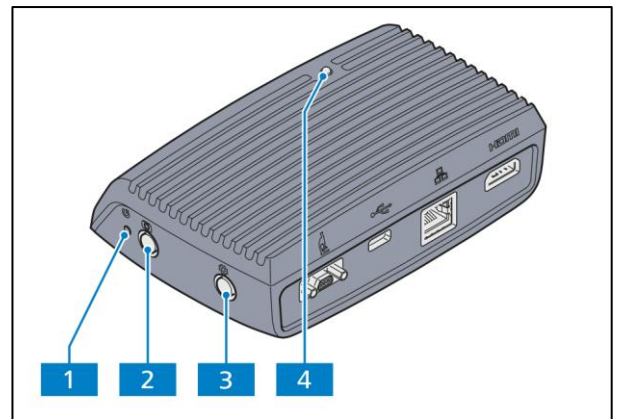
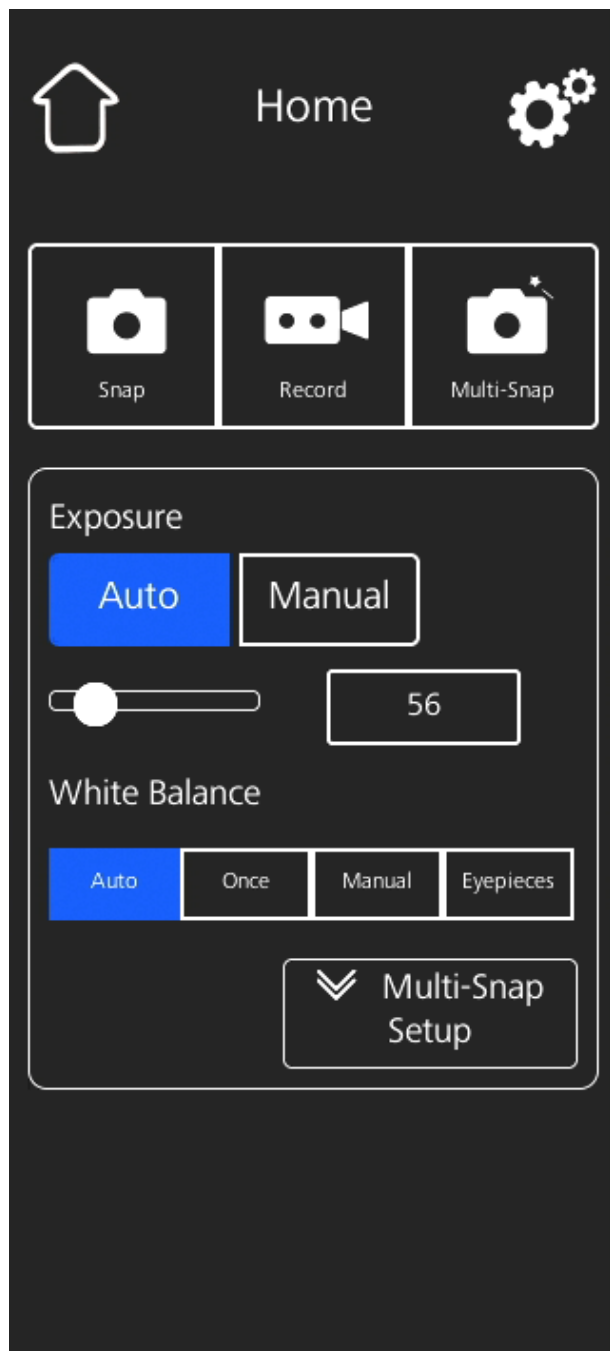

Abb. 2-24 Steuerkonsole der Axiocam (rechte Seite)
Abb. 2-25 OSD-Menü, Home
Die Axiocam-Steuerkonsole enthält die folgenden Elemente (siehe Abb. 2-24):
- **OSD-Menü-Taste** (Abb. 2-24/3) drücken, um das Menü zu öffnen (siehe Abb. 2-25).